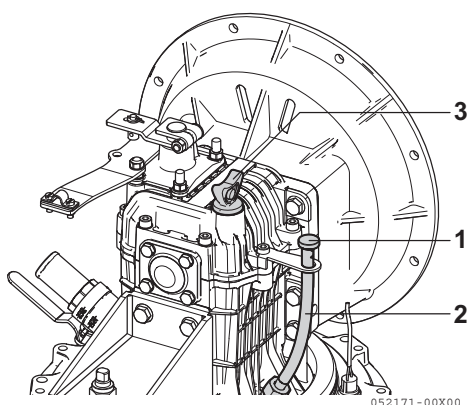
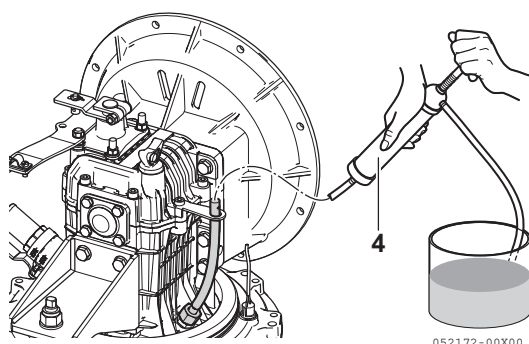

Figure 9
Figure 10
1. Le changement d'huile doit être effectué en retirant le bouchon (1, **Figure 9**) du tuyau d'aspiration d'huile (2, **Figure 9**).
L'aspiration peut être effectuée à l'aide d'une pompe manuelle (4, **Figure 10**).
2. Enfoncez le tuyau de la pompe manuelle (4, **Figure 10**) à travers le tuyau d'aspiration (2, **Figure 9**) et aspirez le liquide.
4. Dévissez la jauge d'huile (3, **Figure 9**).
6. Vissez la jauge d'huile (3, **Figure 9**).